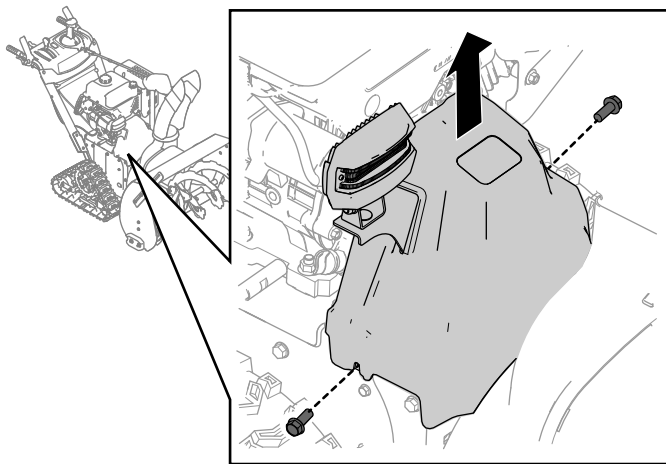

Figura 30
1. Rimuovete le 2 viti che fissano in posizione il copricinghia (**Figura 30**).
2. Rimuovete il copricinghia (**Figura 30**).